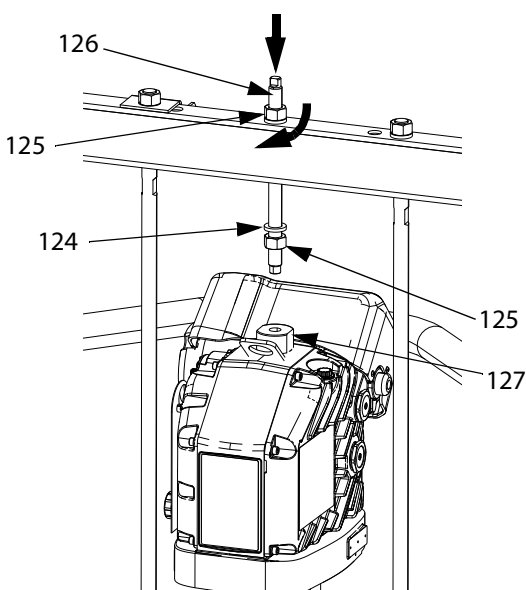

Рис. 52
1. С помощью соответствующего подъемного устройства, вставьте соединительные тяги в поршневой насос (AC) и закрепите привод (AB) на насосе (AC).
- b. Установите резьбовой стержень (126) через центральное отверстие в поперечине. Установите стопорные шайбы (124) и гайки (125) на резьбовой стержень (126), внизу и наверху поперечины. С помощью гаечного ключа удерживайте переходник подъемного кольца (127) и закрутите резьбовой стержень (106) в переходник подъемного кольца (127) с помощью другого ключа. См. Рис. 52.
- c. Затяните гайку (125) под перекладиной с максимальным усилием 34 Н•м (25 фут-фунтов).
- d. Затяните гайку (125) над поперечиной, чтобы зафиксировать привод (AB) на месте.